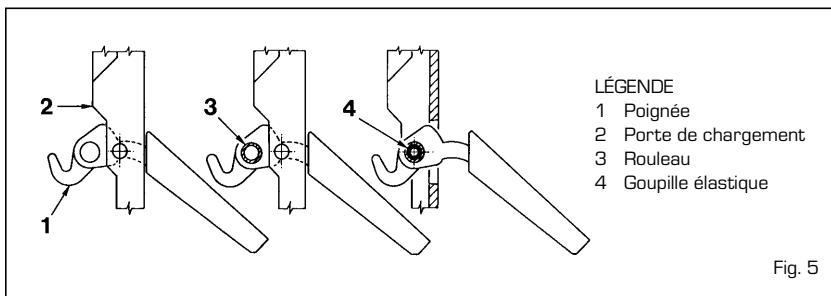

Fig. 5
4.4 MONTAGE DES ACCESSOIRES [fig. 5 - fig. 5/a]
Les poignées de fermeture des portes et la vis avec pommeau pour le réglage du clapet d'introduction d'air sont fournies séparément, car ils pourraient s'endommager durant le transport. Les poignées et la vis avec pommeau sont contenues dans des sachets en nylon introduits dans la cuvette de collecte des cendres. Pour le montage des poignées, procéder comme suit [fig. 5] :
Pour le montage de la vis avec pommeau, procéder comme suit [fig. 5]: